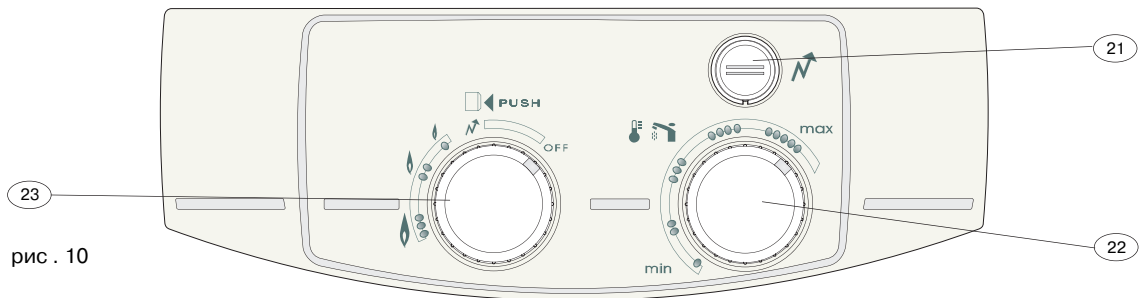

рис. 10
- Выньте рукоятки регулировки (23) подачи газа и регулятора температуры (22) (рис. 10), потянув их на себя
Переведите кнопку-регулятор подачи газа (23) в положение “N” (рис. 10).
После того как включится запальная газовая горелка, продолжайте удерживать кнопку-регулятор подачи газа (23) в положении “N” еще несколько секунд, чтобы запустить систему безопасности, а затем переведите регулятор “(23)” в положение между отметками “0” и “(N)” (рис. 10).